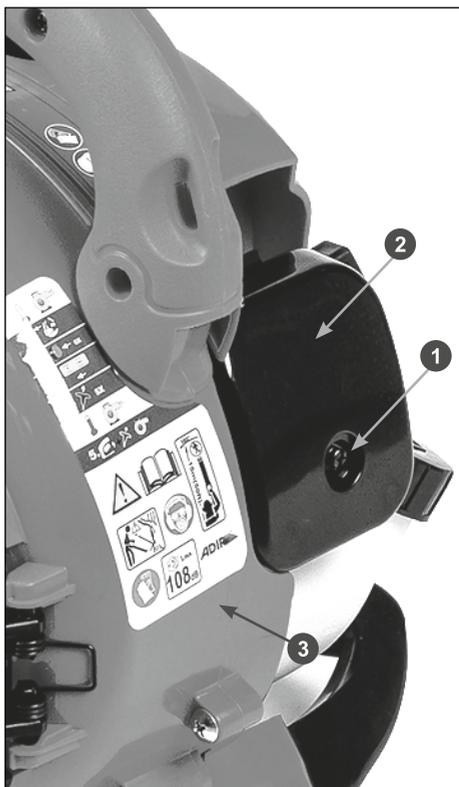

Рис. 9 Обслуживание воздушного фильтра
Загрязнение воздушного фильтра может препятствовать поступлению воздуха для образования воздушно-топливной смеси. Для предотвращения неисправностей двигателя надо осуществлять регулярное обслуживание воздушного фильтра (Рис. 9). При работе в условиях повышенной запыленности воздушный фильтр необходимо обслуживать чаще.
1. Открутите болт крепления 1 и снимите крышку воздушного фильтра 2 (Рис. 9).
2. Извлеките фильтрующий элемент из корпуса 3 (Рис. 9).
4. Установите на место фильтрующий элемент, крышку воздушного фильтра 2 и закрутите болт 1 крепления крышки воздушного фильтра (Рис. 9).